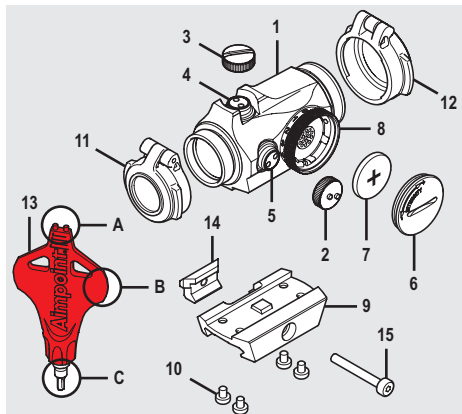

Fig. 1
- a Retire la tapa de la batería (6) utilizando la herramienta (13B).
- b Inserte la batería (7) con el polo positivo (+) en dirección a la tapa de la batería (6) como se observa en la Fig. 1.
- c Haga girar el conmutador giratorio (8) hasta el ajuste de intensidad 12 (máx.) y apriete la tapa de la batería (6) con la herramienta (13B). Cuando encuentre resistencia, siga apretando hasta que la tapa de la batería (6) llegue a un **tope**.
- d Compruebe que el punto rojo esté presente y que no quede **nada** de espacio entre la tapa de la batería (6) y el compartimento de la batería.